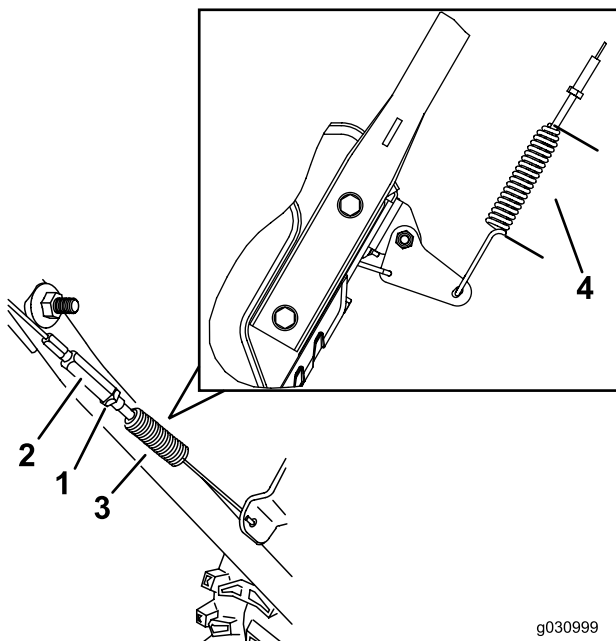

Figure 38
4. Serrez le contre-écrou (Figure 38) en vérifiant que le câble est légèrement tendu.